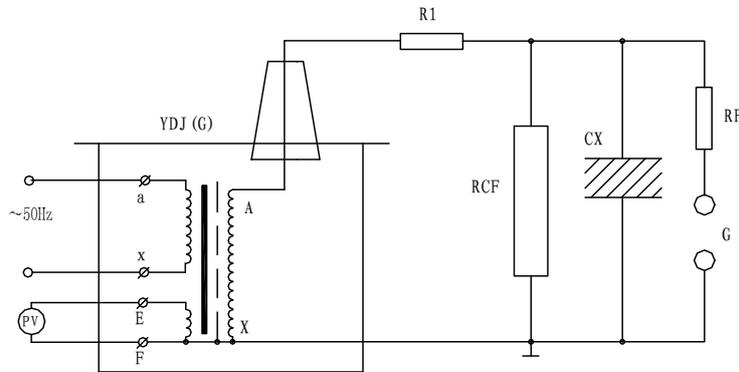

图 6: 被试品工频耐压试验接线图
YD (JZ) 试验变压器做被试品的工频耐压试验使用接线原理图见图 6。
为了准确测量被试品上所施加的电压，因此常在高压侧接入 RCF 阻容分压器来测量电压（见图 6）。